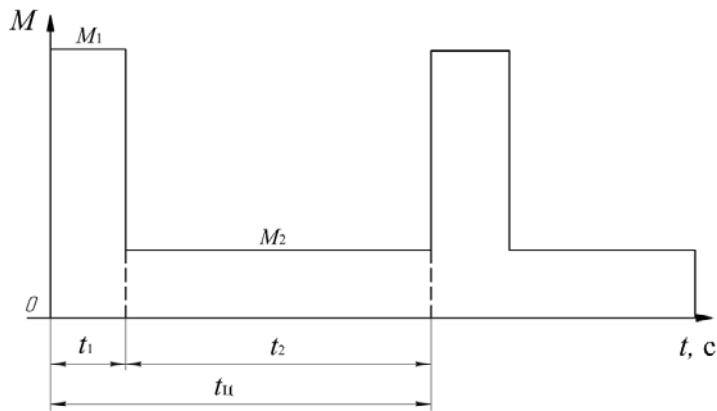

Рис. 22.1. Нагрузочная диаграмма рабочей машины, приведенная к валу электродвигателя
• к пункту 2 плана занятия. Построить нагрузочную диаграмму. Размер рисунка – 100×150 мм. Вид нагрузочной диаграммы приведен на рис. 22.1.